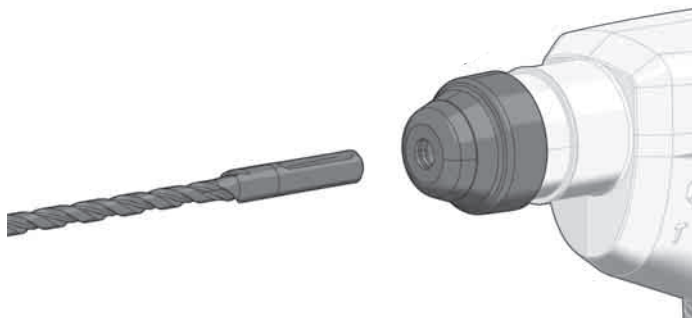

Рисунок 2. Схема встановлення змінного інструменту.
– встановити хвостовик змінного інструменту в патрон «SDS-plus», повертаючи змінний інструмент навколо осі і штовхаючи його вглиб патрона доти, поки не буде забезпечена фіксація (рис. 2);